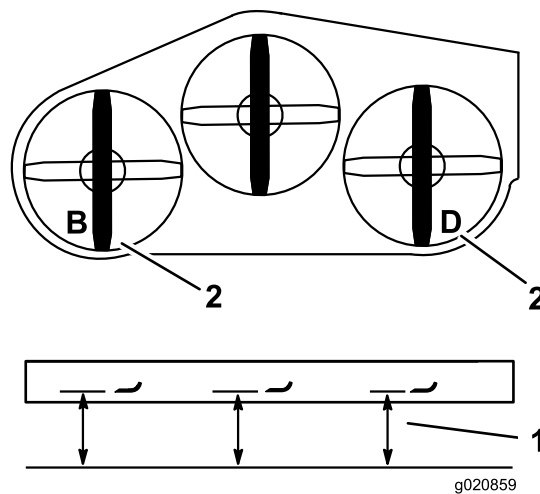

Figura 85
2. Meça a lâmina esquerda no local **B**, numa superfície nivelada à extremidade de corte da ponta da lâmina e registre esta medição (Figura 85).
3. Meça a lâmina direita no local **D**, numa superfície nivelada à extremidade de corte da ponta da lâmina e registre esta medição (Figura 85).
4. A medição na posição **B** tem de estar até 3 mm da medição na posição **D**. (Figura 85). Caso isto não esteja correto, proceda da seguinte forma.